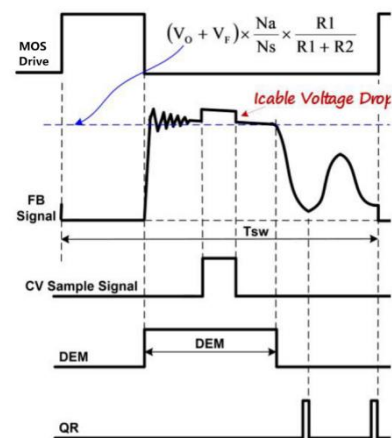

图 2
原边反馈调制，是在变压器能量转移次级绕组时，通过检测辅助绕组上电压来控制输出电压。图 2 为 SA3546 的恒压(CV)采样信号过程中去磁 (DEM) 和准谐振 (QR) 触发信号的工作波形。为了实现辅助绕组上副边输出电压的精确表示，CV 采样信号阻断了漏电感复位。在恒压(CV)采用过程结束时，IC 内部的采用/保持 (S&H)电路捕获误差信号，并通过过内部误差放大器 (EA) 对其进行放大。误差放大器(EA) 输出信号送到准谐振原边恒压调制单元 (QR-CVM) 进行恒压 CV 调制。QR-CVM 单元根据负载情况在电压谷底时开启新的 PWM 周期。EA 的内部参考电压以高精度调整至 2V。
在 CV 采样过程中，内部可变电流源流向 FB 引脚可用于输出线缆压降补偿 (CDC)。因此，变压器退磁过程中的 FB 引脚处有一个阶梯，如图 2 所示。图 2 同时表达了“去磁”方程：方程式中的 VO 和 VF 是输出电压和二极管正向电压；R1 和 R2 是从辅助绕组连接到 FB 脚的电阻分压器，Ns 和 Na 分别是次级绕组和辅助绕组。